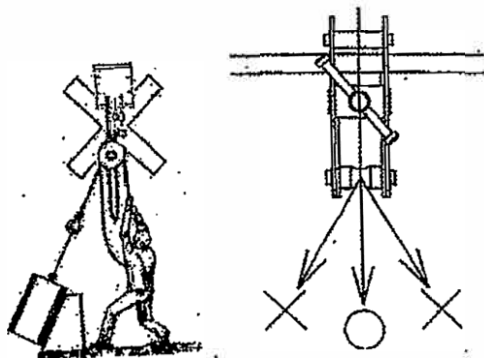

Fig.2
- Bruk denne klippen kun innenfor den tillatte belastningen for sikkert arbeidet. Ikke bruk mer enn nominell belastning. Løft en last i midten av opphengsbolt. For å unngå skade på kroppen, må du aldri utføre horisontal løfting. Løft alltid i retningen der løftepunktet i midten av Opphengsbolt og festepunktet til en vei blir rett. (Fig.2)
- Ikke trekk skrått som vist på Fig. 2